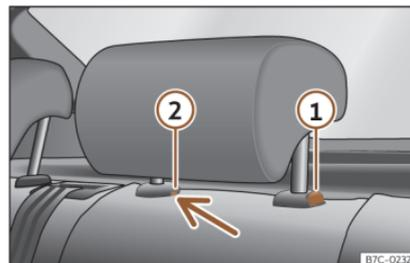

Fig. 77 Apoyacabezas trasero: desmontaje.
- Pulse la tecla»» fig. 77 ①, apretando a la vez por el orificio del seguro ② con un destornillador plano de máximo 5 mm de anchura y retire el apoyacabezas.